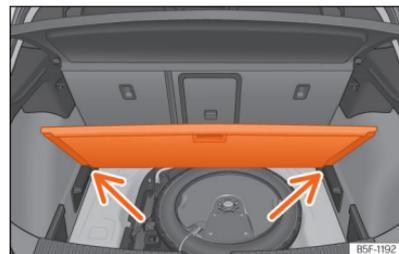

Fig. 186 Piso variável da bagageira: posição inclinada.
- Apoie o piso sobre os alojamentos previstos para o efeito »» Fig. 186 [setas].